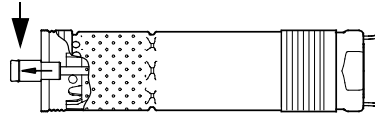

Fig. 5
2. Trageți etanșarea pompei afară de pe poziția arătată în fig. 5.